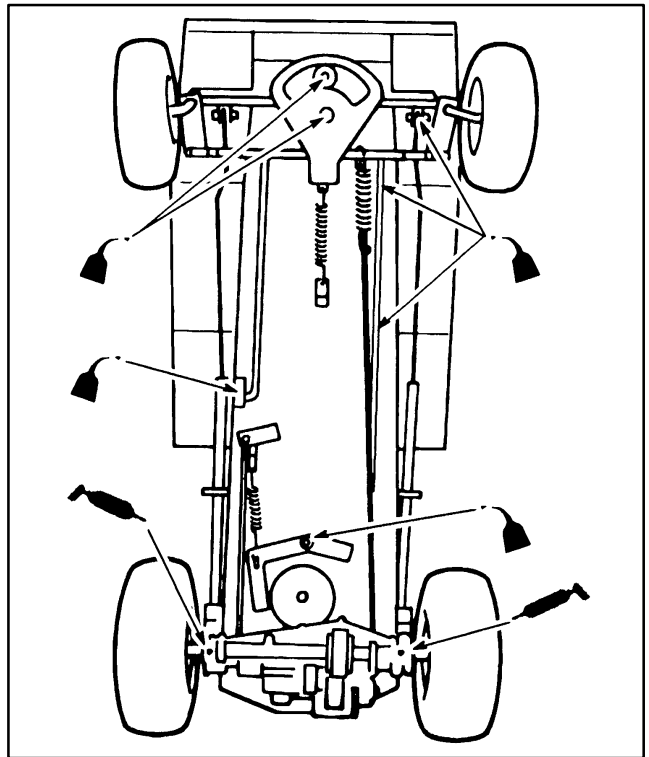
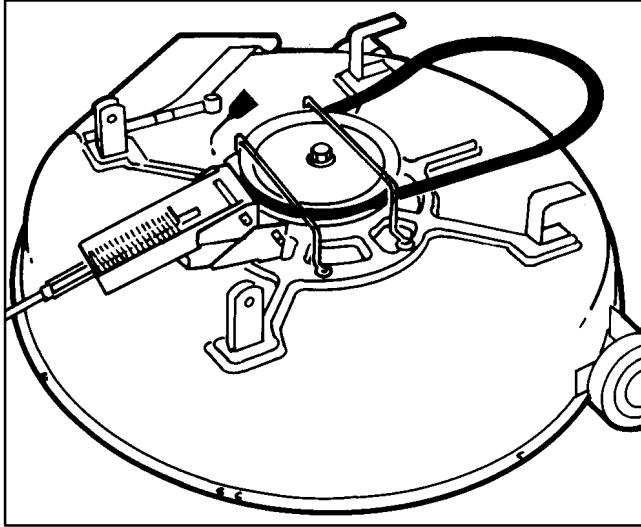

Abbildung 12
Abbildung 13
4. Die Hinterachse mit einem oder zwei Stößen Nr. 2 Allzweckschmierfett abschmieren. Die Schmiernippel befinden sich an der Innenseite der Hinterräder, unten am Getriebe (Abb. 12).
7. Die Gelenkpunkte an Lenkung, Antrieb, Bremse, Kupplung und Mähwerk-Gestänge mit einem leichten Maschinenöl ölen (Abb. 12). Ebenfalls das Mähwerk einölen (Abb. 13). Überflüssiges Öl abwischen.